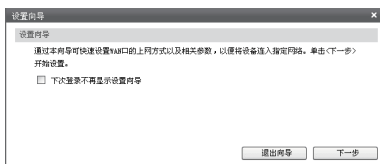

图4-3 设置向导
- 3.成功登录后会弹出设置向导界面,如图4-3。如果没有自动弹出,可以主页左侧的“设置向导”菜单进入。以下设置以多WAN口高速宽带路由器TL-R483为例。TL-R473产品界面略有不同。